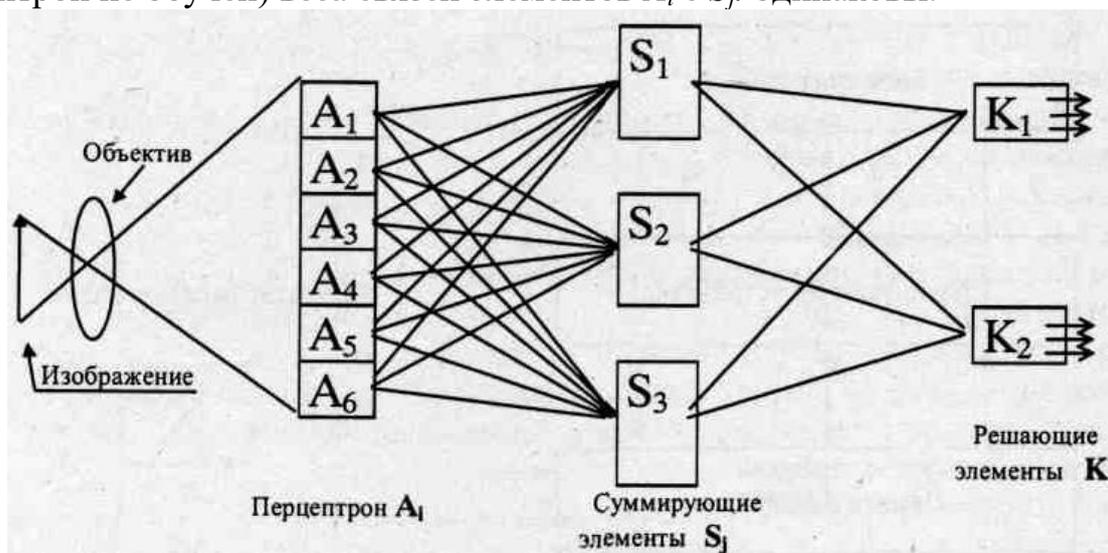

Рис. 7.6. Распознающее устройство типа «перцептрон»
**Распознающее устройство типа «перцептрон»** имеет матрицу фотоэлементов ( $A_i$ ), суммирующие блоки ( $S_j$ ) и решающие элементы ( $K_i$ ) (рис. 7.6).